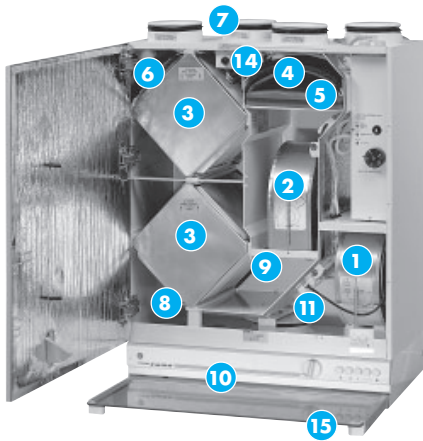
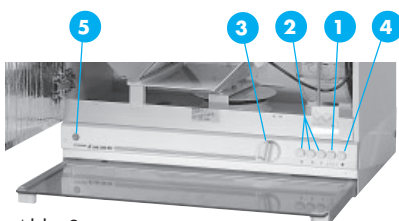

Abb. 1
Abb. 3
Bauteile des Zentralgerätes (Abb. 1)
Die Leistung des Gerätes KWL 071 wird über das Bedienungsfeld an der Dunstabzugshaube (mit integriertem 3-Stufen-Schalter und Transformator) geregelt: Das Gerät wird über den Schalter ON/OFF (Abb. 3/1) ein- bzw. ausgeschaltet. Der Luftvolumenstrom wird über die Schalter 1-2-3 (Abb. 3/2) eingestellt.
Beim Kochen ist die Ventilatorstufe 3 zu wählen. Die Luftklappe (Abb. 1 / 1 1) in der Abzugshaube ist durch den Drehschalter AUF/ZU (Abb. 3/3) zu öffnen.
Der Lichtschalter (Abb. 3/4) der Dunstabzugshaube (durch roten Punkt gekennzeichnet) ist ein Druckschalter, d. h.
1. Das KWL-Gerät über den Schalter ON/OFF auf dem Bedienungsfeld (Abb. 3/1) abschalten.
1. Das KWL-Gerät über den Schalter ON/OFF auf dem Bedienungsfeld (Abb. 3/2) abschalten.